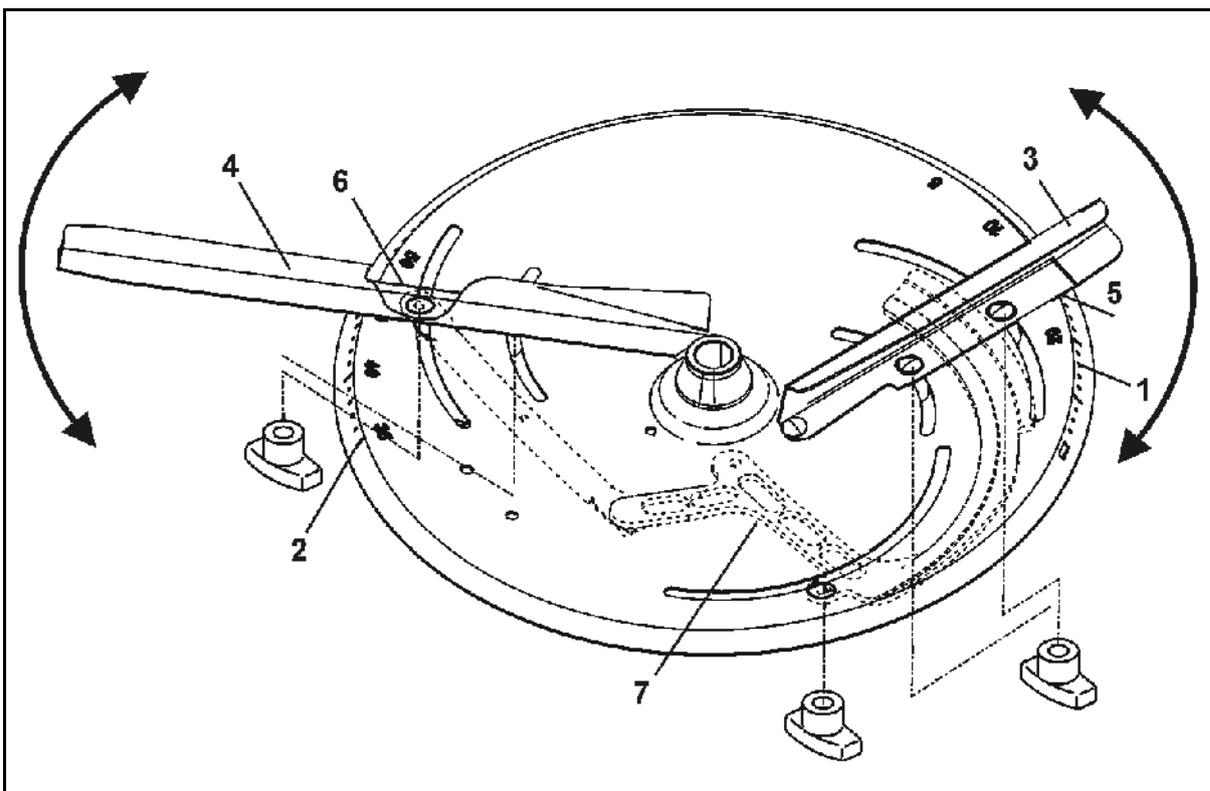

Fig. 60
Pour un réglage précis et sans outil de la position des aubes d'épandage, chaque disque d'épandage dispose de deux échelles graduées bien distinctes (Fig. 60/1 et Fig. 60/2).
- L'échelle graduée (Fig. 60/1) dont les valeurs vont de 5 à 28 correspond à l'aube d'épandage la plus courte (Fig. 60/3) et l'échelle graduée (Fig. 60/2) dont les valeurs vont de 35 à 55 correspond à l'aube d'épandage la plus longue (Fig. 60/4).
- Relevez la valeur de réglage au niveau de l'arête de lecture (Fig. 60/5) pour l'aube d'épandage la plus courte (Fig. 60/3).
- Relevez la valeur de réglage au niveau de l'arête de lecture (Fig. 60/6) pour l'aube d'épandage la plus longue (Fig. 60/4).
- Le fait de faire pivoter les aubes d'épandage sur une valeur plus élevée de l'échelle graduée (Fig. 60/1 ou Fig. 60/2) entraîne une augmentation de la largeur de travail.